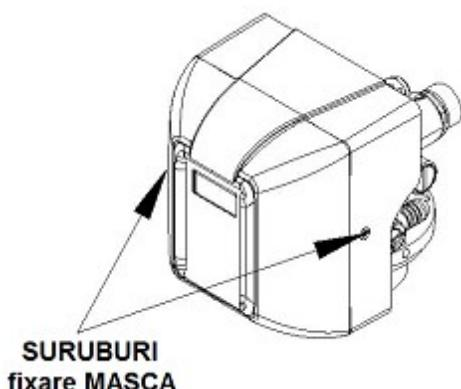

Fig. 27
Utilizand o surubelnita, puteti sa reglati capul cu crestatura al surubului aflat in partea laterală a fittingului pentru furtunul de drenare (vezi fig.27), pozitionand crestatura de pe acesta in corespondenta cu litera/simbolul necesar dat la TABELUL de CONFIGURARE(vezi Cap.10 pag.36 – ultima coloana).
- slabiti suruburile si indepartati masca si carcasa , ca in fig.27 de mai jos ;